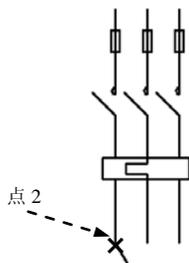

图 17.10.15 绘制直线 (四)
(6) 绘制图 17.10.15 所示的直线。选择 **绘图(D)** → **直线(L)** 命令，选取点 2 作为直线的起点，输入坐标值 (@8<300) 后按两次 Enter 键。